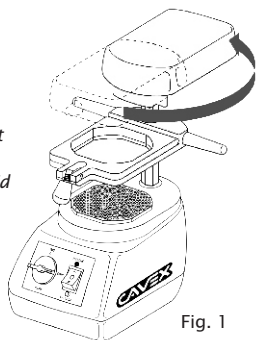

Fig. 1
1. Draai het verwarm element naar achteren en schakel de verwarming in (fig. 1). Zet de timer op \pm 5 minuten.